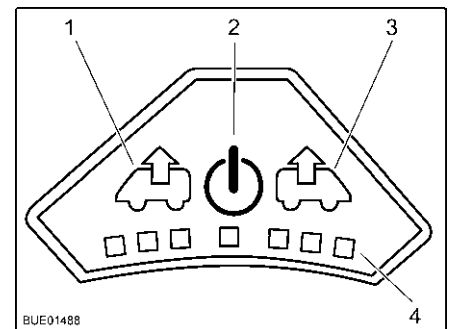

Bild 125 Bedienfeld des Ventilators
Einschalten: ■ Taste Ein/Aus (Bild 125,2) drücken. Der Ventilator läuft im Komfortmodus (Entlüften mit niedrigster Ventilatordrehzahl).
Entlüften: ■ Um die Ventilatordrehzahl zu erhöhen: Taste Entlüften (Bild 125,1) drücken. Die Ventilatordrehzahl in Entlüftungsrichtung nimmt um eine Stufe zu. LEDs (Bild 125,4) zeigen die Schaltstufen an.
■ Um die Ventilatordrehzahl zu verringern: Taste Belüften (Bild 125,3) drücken. Die Ventilatordrehzahl nimmt um eine Stufe ab.
Belüften: ■ Um die Ventilatordrehzahl zu erhöhen: Taste Belüften (Bild 125,3) drücken. Die Ventilatordrehzahl in Belüftungsrichtung nimmt um eine Stufe zu. LEDs (Bild 125,4) zeigen die Schaltstufen an.
■ Um die Ventilatordrehzahl zu verringern: Taste Entlüften (Bild 125,1) drücken. Die Ventilatordrehzahl nimmt um eine Stufe ab.
Ausschalten: ■ Taste Ein/Aus (Bild 125,2) drücken. Der Ventilator stoppt, die LEDs erlöschen.